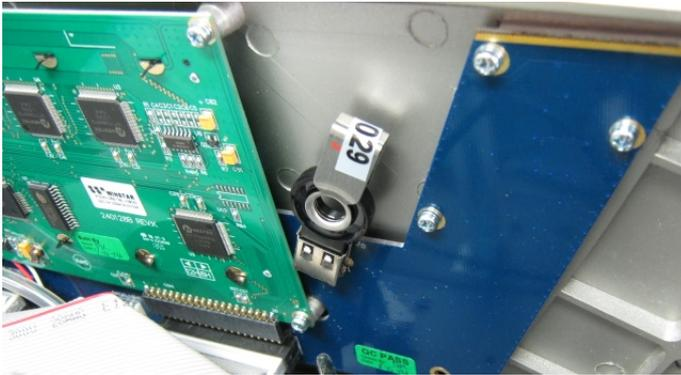

Figure 6 – Installation de la clé USB
1. Ouvrir le couvercle et vérifier que la clé USB est bien installée (voir Figure 6)
11. Retirer la clé USB et l'emballer avec l'instrument (voir Figure 6).